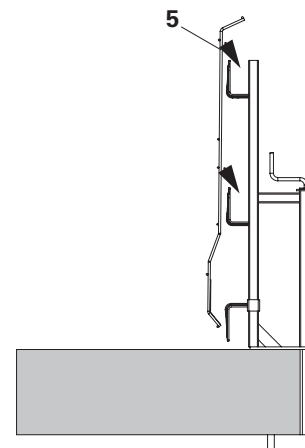

Fig. A2.09
5. Installare il grigliato di protezione PMB (5) dall'alto nei supporti parapetto-2 (1). (Fig. A2.09/A2.10/A2.11)
6. Posizionare il grigliato di protezione PMB (5) negli angolari di fissaggio a L (1.5). (Fig. A2.09)